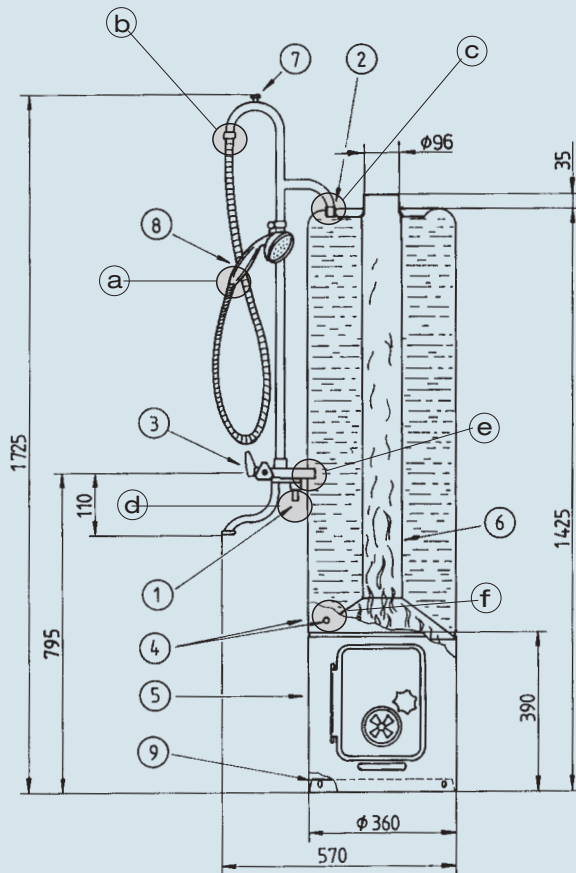

Abb. 3
- ⚠ Der Aufbau des emaillierten Kaldewei Kohlebadeofens ROBUSTA ist in Abb. 3 dargestellt. Die Montage des Ofens, insbesondere der Mischbatterie, muss sorgsam erfolgen, da bei Gewaltanwendung das Email reißen kann und Angriffsflächen für eine spätere Korrosion geschaffen werden. Bei der Einbringung der Schraubgewinde sollten nur geringfügige Mengen Dichtungsmittel verwendet werden, um ein gewaltsames Festschrauben zu vermeiden.